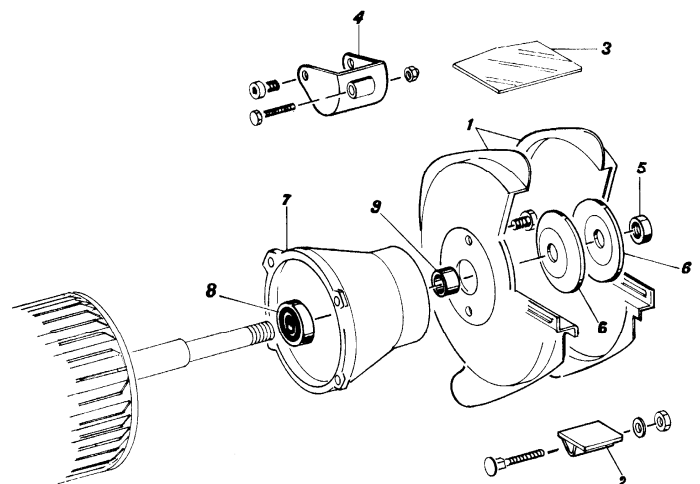

Figure 2
3. Démontez le carter extérieur de meule (1 fig.2) en dévissant les vis.
5. Dévisser l'écrou de meule (5 fig.2) avec une clé plate.
6. Démontez le flasque extérieur de meule (6 fig.2).